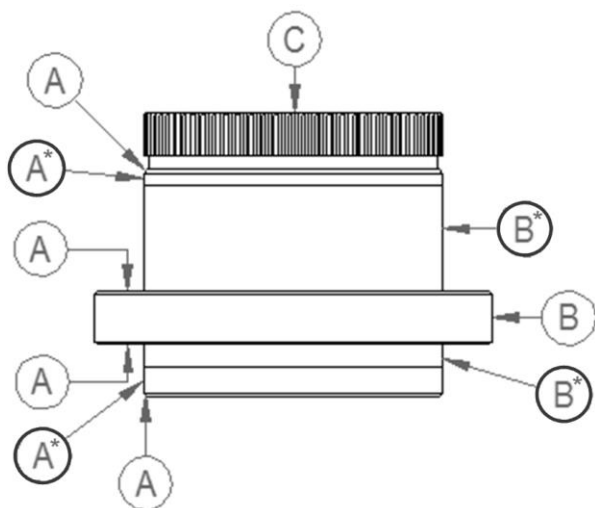
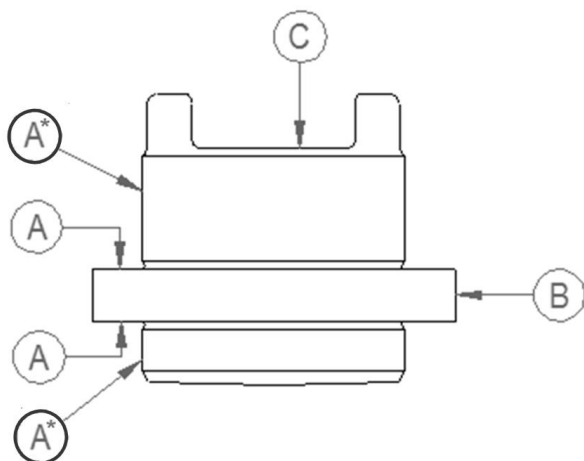

Рис. 8 - Шлицевая ведущая втулка - важные поверхности
Рисунок 9 – Ведущая втулка с кулачками от НОВЗ, важные поверхности
Втулка (14) извлекается из редуктора снятием центрирующего кольца (15) из основания (16). Может потребоваться приложить небольшое усилие к поверхности, обозначенной "С" на Рис. 8 для извлечения втулки.
Для всех редукторов, кроме НОВ3, см. рисунок 8. Для редуктора НОВ3 см. рисунок 9.
! ВАЖНО: Перед установкой обработанной ведущей втулки проверить отсутствие повреждений поверхностей, обозначенных «А» в Рис. 8 и Рис. 9. Поврежденные поверхности могут повредить уплотнения редуктора и привести к попаданию воды или утечки смазки.
! ВАЖНО: Перед установкой ведущей втулки проверить отсутствие повреждений поверхностей, обозначенных «А» в Рис. 8 и Рис. 9. Поврежденные поверхности могут повредить уплотнения редуктора и привести к попаданию воды или утечки смазки.